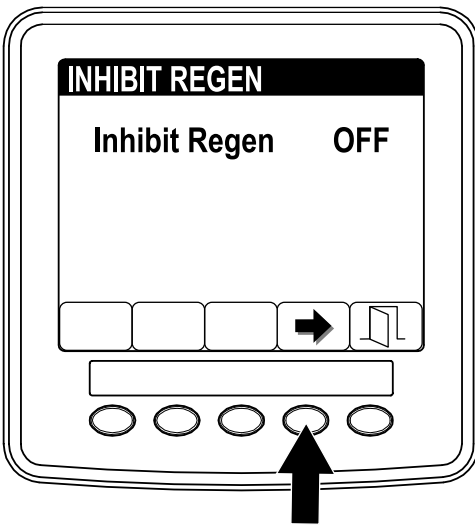

Рисунок 42
- Нажмите кнопку 4, чтобы изменить настройку запрета регенерации с On (Вкл.) на Off (Выкл.) (Рисунок 42) или с Off (Выкл.) на On (Вкл.).